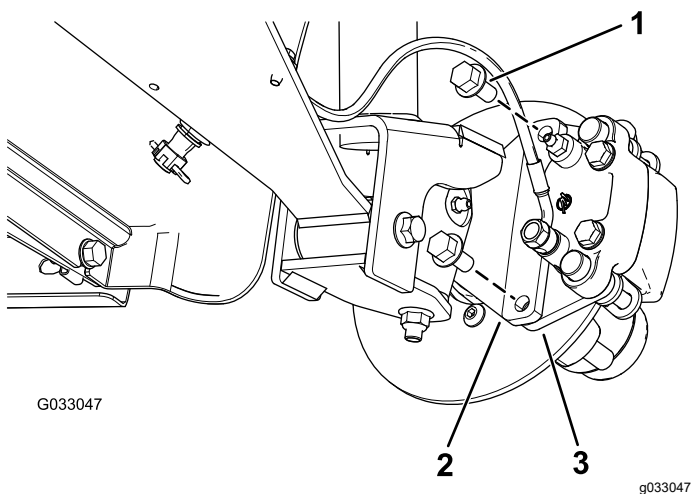
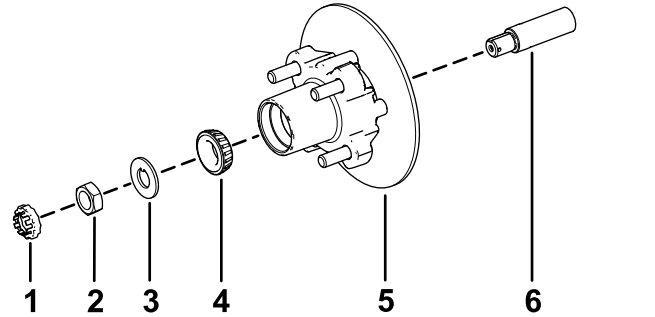

Figura 34
Figura 38
3. Retire los pernos con arandela prensada ($\frac{3}{8}$ " x $\frac{3}{4}$ ") que sujetan el soporte del conjunto de freno al eje y separe el freno del eje (Figura 34).
1. Aplique una ligera capa de grasa del tipo especificado en el eje (Figura 38).
2. Monte el cubo y el rotor en el eje con el rotor hacia dentro (Figura 38).
3. Monte el cojinete exterior en la mangueta y acople el cojinete al anillo de rodadura exterior (Figura 38).
4. Monte la arandela con pestaña en la mangueta (Figura 38).
5. Enrosque la tuerca en el eje y apriete la tuerca a 15 N·m (11 pulgadas-libra), girando el cubo para asentar el cojinete (Figura 38).
2. Alinee las pastillas de freno en cada lado del rotor (Figura 34) y los taladros del soporte de la pinza con los taladros de montaje del freno de la mangueta (Figura 38).
3. Sujete el soporte de la pinza a la mangueta (Figura 34) usando los 2 pernos con arandela prensada ($\frac{3}{8}$ " x $\frac{3}{4}$ ").